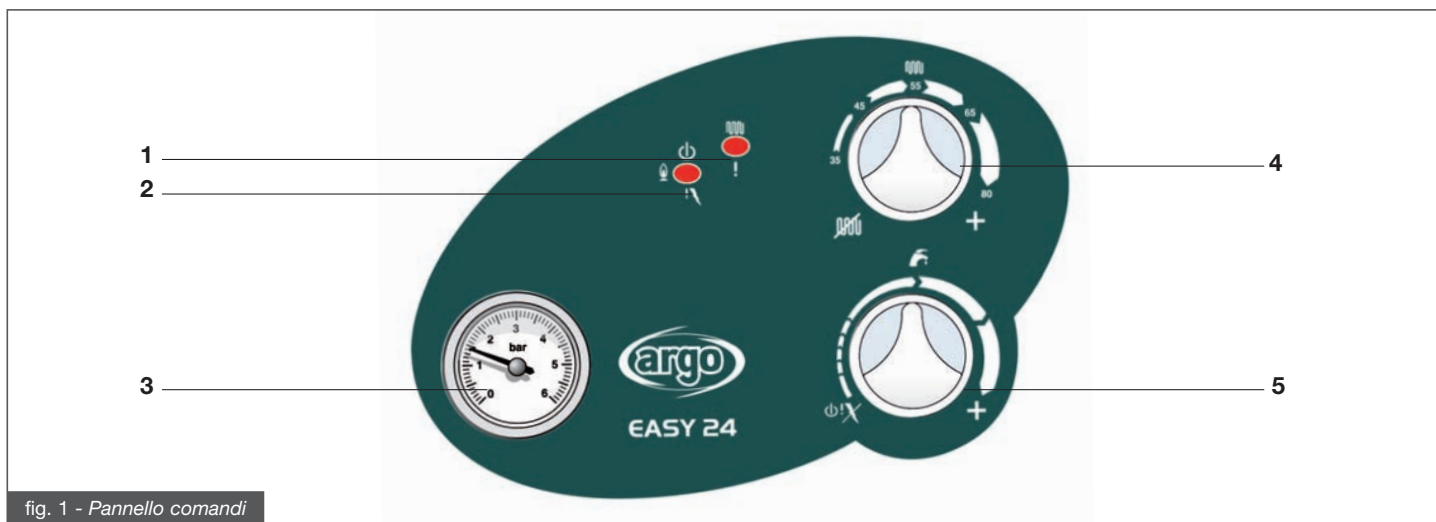

fig. 1 - Pannello comandi
- portare l'interruttore elettrico a monte della caldaia in posizione ON (il LED 2 di fig. 1 si accende di verde);
- scegliere lo stato di funzionamento della caldaia per mezzo del regolatore 4 (fig. 1);
- impostare il valore di temperatura desiderato per l'impianto di riscaldamento per mezzo del regolatore 4 (fig. 1);
- impostare il valore di temperatura desiderato per l'acqua sanitaria per mezzo del regolatore 5 (fig. 1);
**Dopo un periodo di lunga inattività della caldaia, in special modo per le caldaie funzionanti a GPL, si potrebbe riscontrare una difficoltà di accensione. Pertanto, prima di accendere la caldaia, accendere un altro apparecchio a gas (ad esempio un fornello). Nonostante questo la caldaia potrà andare in blocco una o due volte. Ripristinare quindi il funzionamento della stessa portando il selettore 5 (fig. 1) nella posizione di sblocco  per alcuni secondi.**
- verificata la presenza di combustibile sbloccare il bruciatore portando il selettore 5 (fig. 1) in posizione di sblocco **!X**: se l'apparecchio non riparte e ritorna in blocco, dopo due tentativi ricorrere ad un Centro di Assistenza Autorizzato o a personale qualificato per un intervento di manutenzione. Qualora il bruciatore si metta in blocco con frequenza, segno questo di una anomalia ricorrente nel funzionamento, ricorrere ad un Centro di Assistenza Autorizzato o a personale qualificato per un intervento di manutenzione.
In caso di sovratemperatura dell'acqua di mandata il LED 1 (fig. 1) lampeggia di colore rosso. In questo caso ricorrere ad un Centro di Assistenza Autorizzato o a personale qualificato per un intervento di manutenzione.
In caso di blocco per intervento del pressostato acqua il LED 1 (fig. 1) lampeggia di colore giallo.
- ruotare la manopola del rubinetto di carico in senso antiorario per permettere l'ingresso dell'acqua in caldaia e mantenerlo aperto fino a che il manometro 5 (fig. 1) indica che è stato raggiunto un valore della pressione di  $1 \div 1,3$  bar; a questo punto chiudere il rubinetto ruotando la manopola in senso orario.
In caso di blocco della caldaia per un'anomalia nelle tubazioni di aspirazione aria e/o di scarico dei fumi il LED 1 (fig. 1) si accende di colore giallo. In questo caso ricorrere ad un Centro di Assistenza Autorizzato o a personale qualificato per un intervento di manutenzione.
In caso di blocco del bruciatore per malfunzionamento delle sonde di temperatura il LED 1 (fig. 1) si accende nel seguente modo: